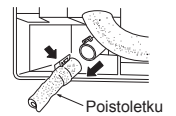

Fig. 2
- 3) Irrota sisäyksikössä takana vasemalla oleva poistoletku (Fig. 2).